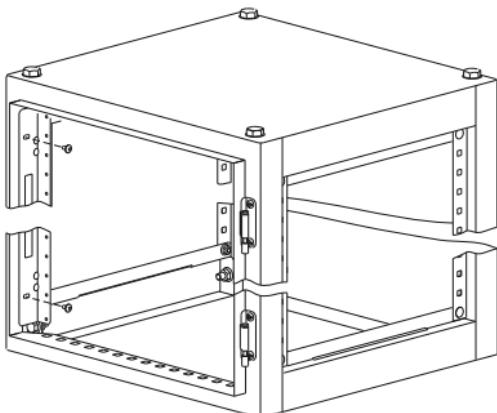

Рисунок 23
17.1 Приложите уголок вертикальный рамы под панели ЛГ/ЛМА к стойке передней рамы и закрепите винтами M4×8 в четырёх местах (рисунок 23).